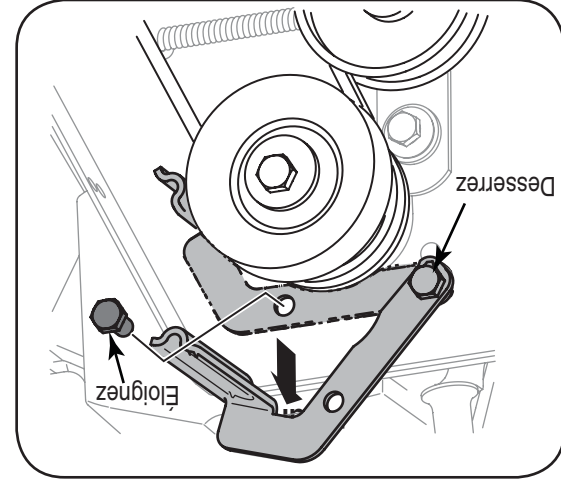

Figure 6-5
- Desserrez le boulon, représenté à la Figure 6-5, qui maintient le support du guide de courroie, puis retirez l'autre boulon.
- Eloignez le guide de courroie et le support de la poulie motrice. Voir la Figure 6-5.